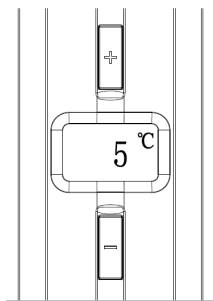

Figure 9
7. Fonction de contrôle de la température : La température de départ est la température précédemment réglée. La température de refroidissement est réglable en appuyant sur les boutons + ou - du panneau de commande. La température augmente d'un degré à chaque fois que l'on appuie sur la touche +. Appuyez une fois sur la touche - pour diminuer la température d'un degré, l'écran affiche la température réelle de la bière dans le fût, appuyez sur n'importe quelle touche pour afficher la température réglée et revenir à la température réelle au bout de 3 secondes. Maintenez enfoncée les touches + et - ou pour basculer entre Fahrenheit et Celsius. La température de refroidissement de la fontaine à bière est réglable entre 3 et 12 °C (37 et 53 °F). La machine est dotée d'une fonction de mémoire d'extinction (le réglage d'usine est de 5 °C, comme le montre la figure 9).